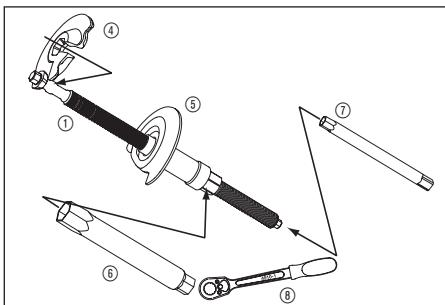

Fig. 4
- Precaricare il sistema e controllare il posizionamento della molla intorno alla guida interna **Fig. 4**.